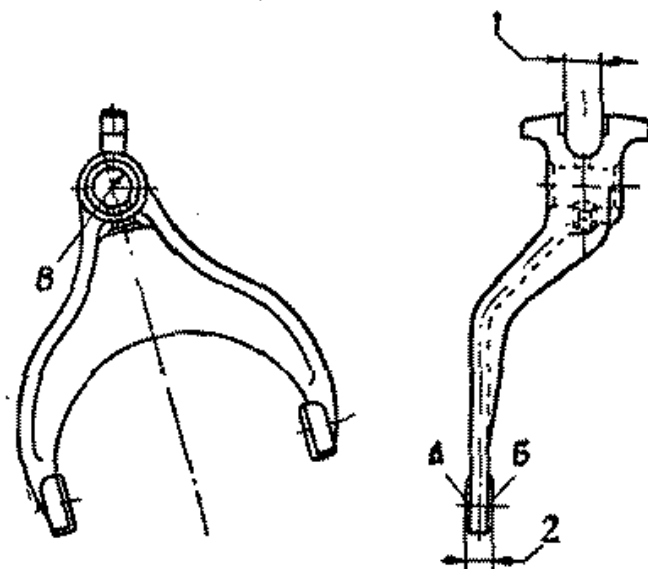

Рис. 121. Вилка переключения третьей и четвертой передач
10. Вилки переключения первой, второй, третьей и четвертой передач и головки штока (рис. 121)